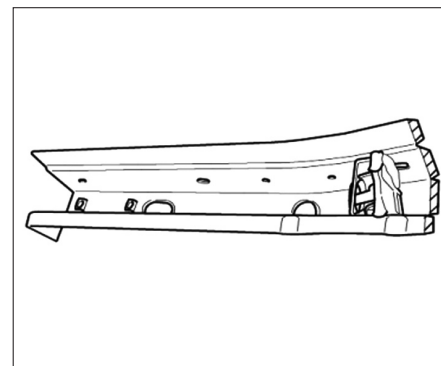

FIG. 135
- Lors de la découpe de la pièce neuve, prévoir 15 mm supplémentaires pour l'ajustage par recouvrement sur la zone hachurée (Fig.135).